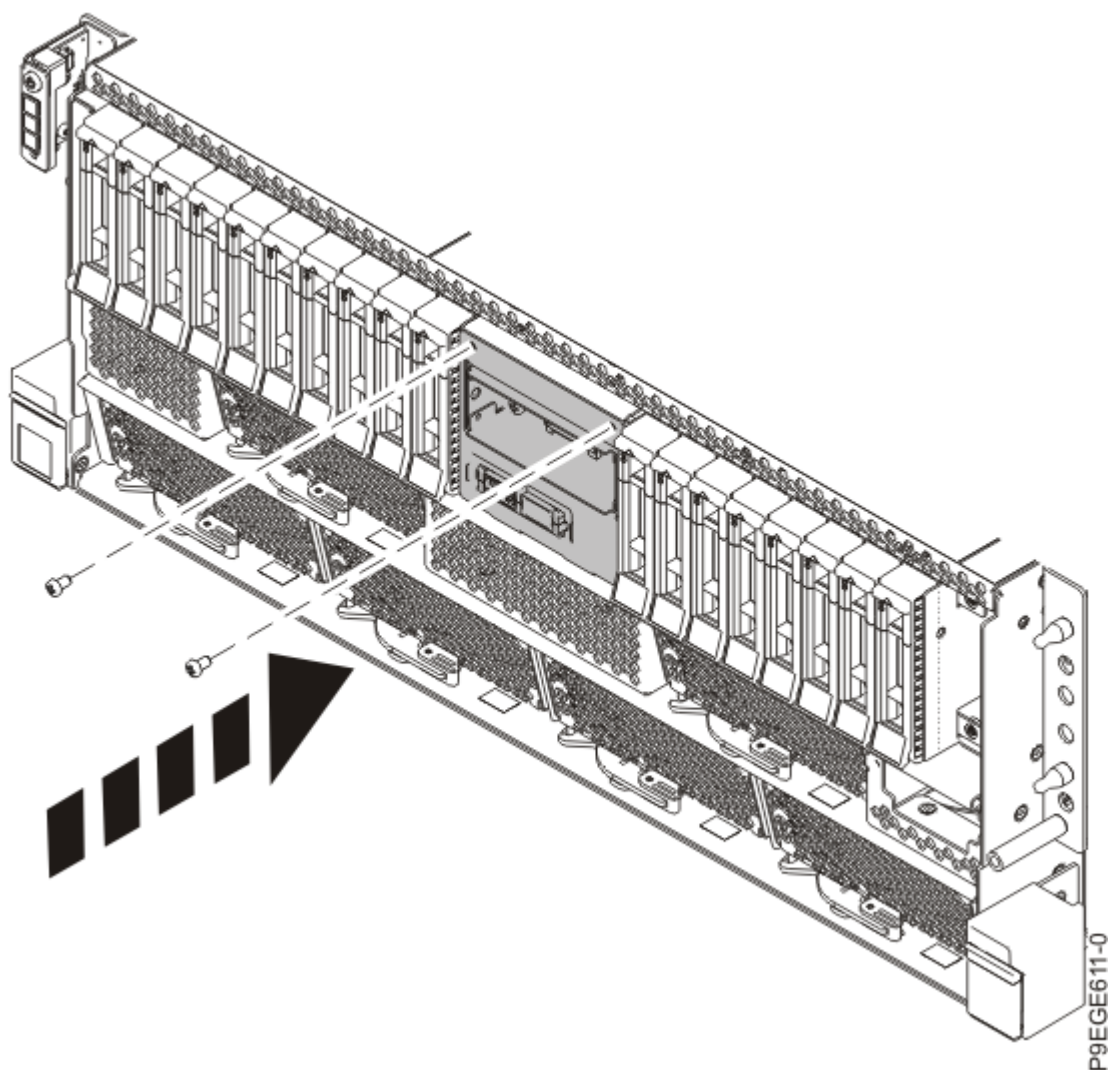

*Figura 124. Connexió del cable de la pantalla del panell de control a la placa posterior del sistema per un sistema muntat en bastidor*
5. Connecteu el cable de la pantalla del panell de control a la placa posterior del sistema, tal com es mostra a la Figura 124 a la pàgina 131.